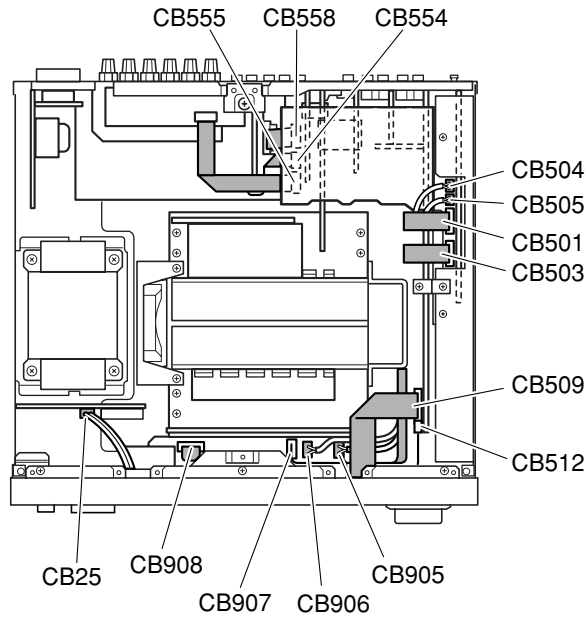

Fig. 3
- c. Remove CB25, CB509, CB512, CB905 ~ CB908. (Fig. 3)
- c. CB25、CB509、CB512、CB905～CB908を外します。(Fig. 3)
- e. Remove CB501, CB503 ~ CB505. (Fig. 3)
- e. CB501、CB503～CB505を外します。(Fig. 3)
- b. Remove CB554, CB555 and CB558. (Fig. 3)
- b. CB554、CB555、CB558を外します。(Fig. 3)